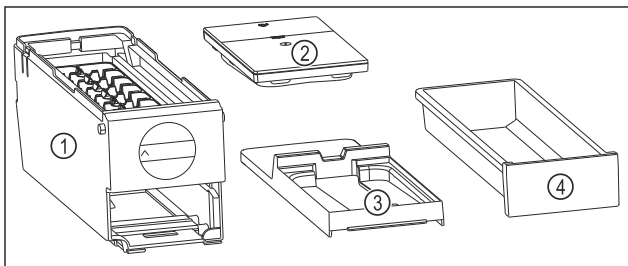

Fig. 185 Súčasti EasyTwist-Ice
- ▷ EasyTwist-Ice je rozložený na štyri časti. (pozri Fig. 185)
- ▶ Rozložte EasyTwist-Ice len na tie súčasti, ktoré sú na obrázku. (pozri Fig. 185)
- ▶ Korpus EasyTwist-Ice Fig. 185 (1) vyčistite ako celok.